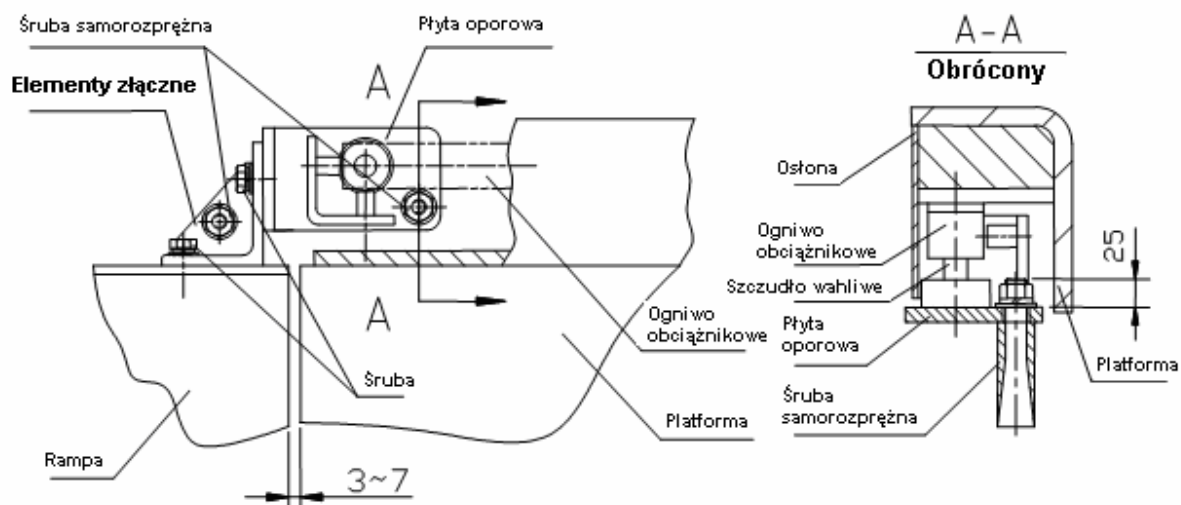

Рисунок 5-2 Монтаж над основанием
2. Высверлить анкерные отверстия, используя опорные плиты в качестве шаблонов. В поставляемом комплекте мостовых весов NTEP/NTNN находятся четыре анкерные распорные пальца M10, используемые для крепления опорных плит к основанию (смотри рисунок 5-2).
1. В доставляемом комплекте аппарели, содержатся все необходимые для монтажа части: четыре болта (M10×15), четыре подкладки (10) и упругие подкладки (10) для соединения аппарели с опорной плитой с помощью укрепляющего уголка.
2. Заложить подкладки и упругие подкладки на болты M10×15 и вложить их в отверстия с резьбой опорной плиты или рампы, перекладывая через отверстия в укрепляющем уголке (смотри рисунок 6-1). Затем докрутить болты (смотри рисунок 5-2).